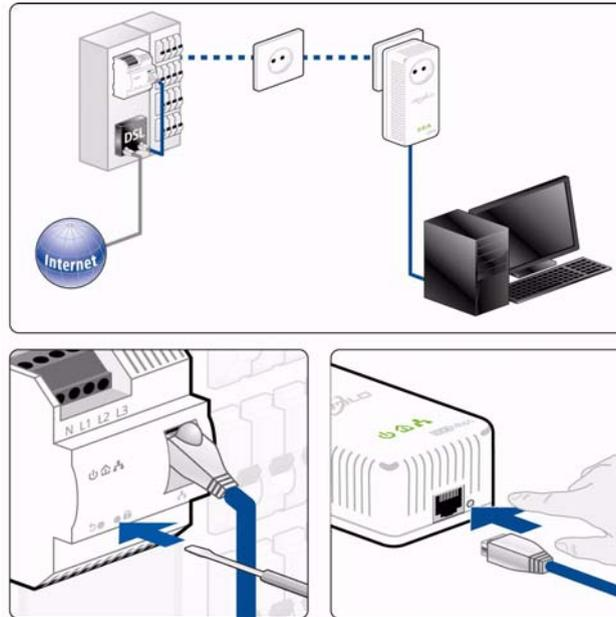

Abb. 6
**Verschlüsseln eines neuen dLAN AV-Netzwerkes mit einem dLAN 200 AVpro DINrail und einem weiteren dLAN AV-Adapter (Abb. 6)**